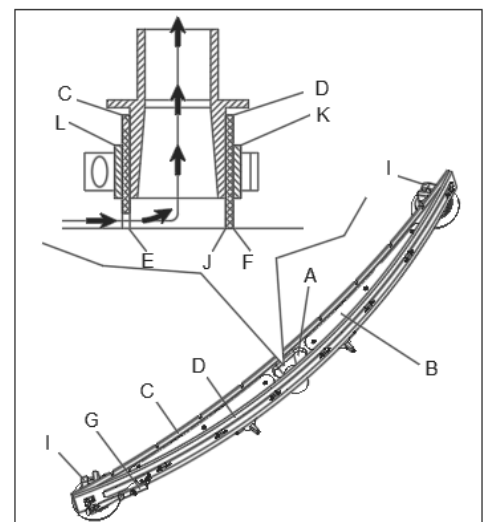

Figure 18
2. Vérifier que les bords (E, Figure 18) de la lame avant (C) et les bords (F) de la lame arrière (D) sont bien au même niveau sur toute leur longueur ; si nécessaire, régler leur hauteur selon la procédure suivante :
- Retirer la tige de traction (G), dégager les éléments de fixation (M) et régler la lame arrière (D), puis engager les fixations (M) et installer la tige de traction (G).
- Desserrer les molettes (I) et régler la lame avant (C), puis serrer les molettes.
3. Vérifier l'usure de la lame avant (C) et de la lame arrière (D) en recherchant des coupures ou déchirures ; si nécessaire, les remplacer selon la procédure suivante. Vérifier que le bord avant (J) de la lame arrière (D) n'est pas usé ; si nécessaire, retourner la lame pour remplacer le bord usé par le bord en parfait état. Si les autres bords sont usés, remplacer aussi la lame selon la procédure suivante :
- Retirer la tige de traction (G), dégager les éléments de fixation (M) et retirer la barrette de retenue (K), puis reposer la lame arrière (D). Monter la raclette dans l'ordre inverse du démontage.
- Dévisser les molettes (I) et retirer la barrette de retenue (L), puis remplacer la lame avant (C). Monter la raclette dans l'ordre inverse du démontage. Après le remplacement de la lame (ou son retournement), ajuster la hauteur, comme indiqué à l'étape précédente.
4. Connecter le tuyau d'aspiration (A, Figure 18) à la raclette.
5. Installer la raclette (B) et visser les molettes (C).